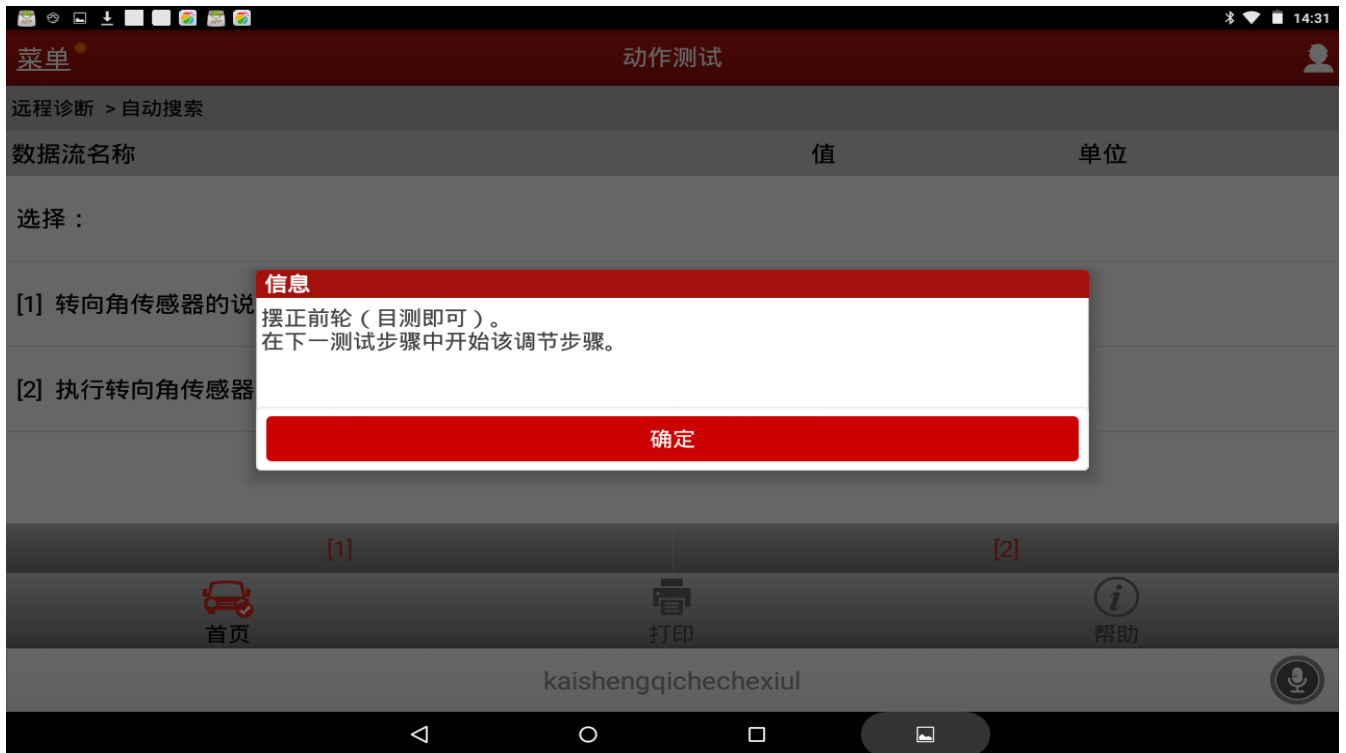

图 9
11). 按提示操作：摆正前轮（目视即可）。在下一步骤中开始该调节步骤。操作后点击“确定”，如图 9；